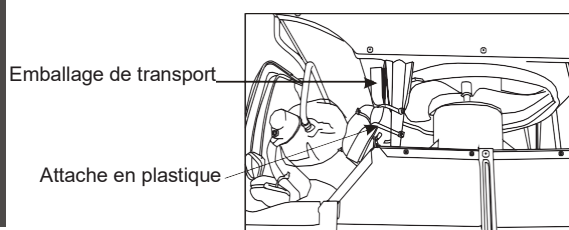

Fig. 7
10. Votre appareil peut être équipé d'un emballage interne. Cet emballage doit être retiré avant d'installer à nouveau le climatiseur dans le caisson (voir Fig. 7).